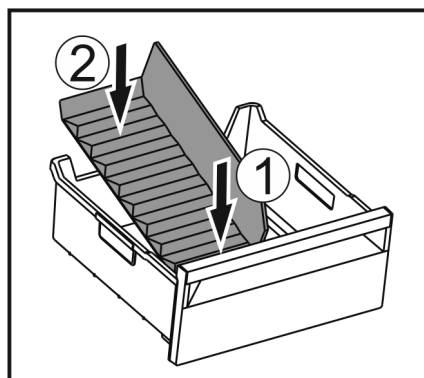

Fig. 146
- ▶ Installer la partie avant du séparateur de congélateur. Fig. 146 (1)
- ▶ Abaisser la partie arrière du séparateur de congélateur jusqu'au fond du tiroir. Fig. 146 (2)